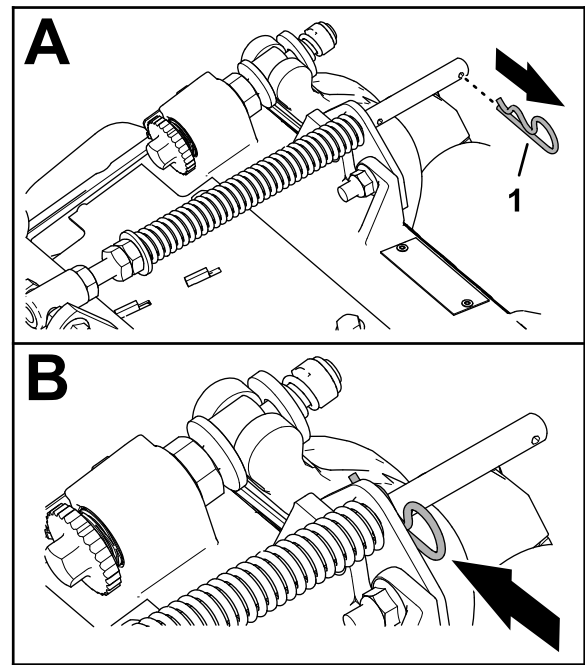

図 16
- 補正スプリングのロッドの後穴にヘアピンが取り付けられている場合は、ヘアピンを外してブラケットの隣にある穴に移す 図 16。